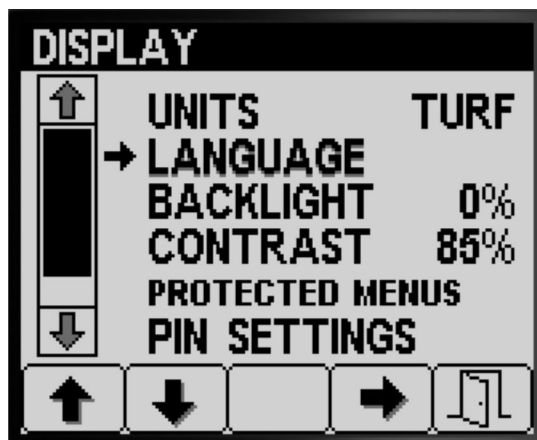

Figura 18
1. Pulse el botón 1 o el botón 2 para desplazarse a la opción IDIOMA (Figura 18).
2. Pulse el botón 4 para seleccionar la opción IDIOMA (Figura 18).